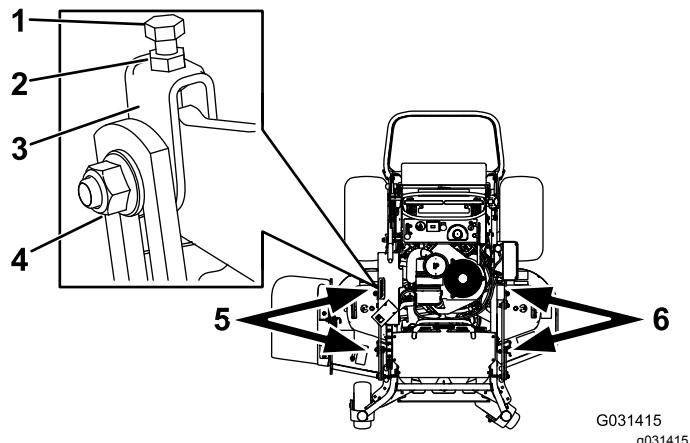

Figure 81
1. Desserrez l'écrou latéral et l'écrou de blocage sur les chapes que vous voulez régler (Figure 81).
2. Tournez le boulon supérieur des chapes pour régler la hauteur du plateau de coupe (Figure 81).